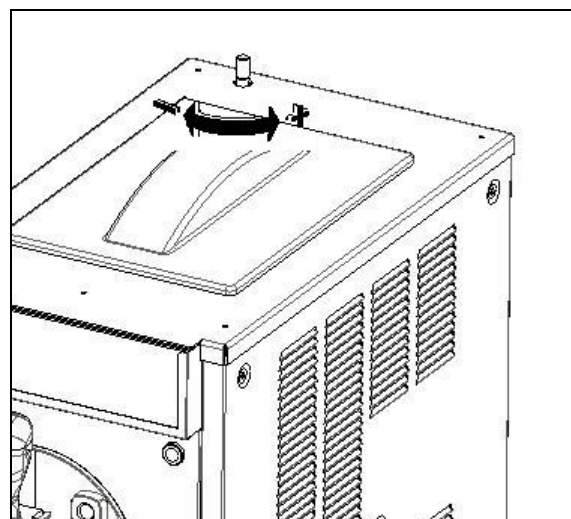

Fig. 9
- Regolazione della consistenza: per variare la consistenza del prodotto, agire sul pomello di regolazione collocato sul retro della parte superiore della macchina (fig. 9); ruotandolo in senso orario, il prodotto diventerà meno denso, ruotandolo invece in senso antiorario, il prodotto diventerà più denso.